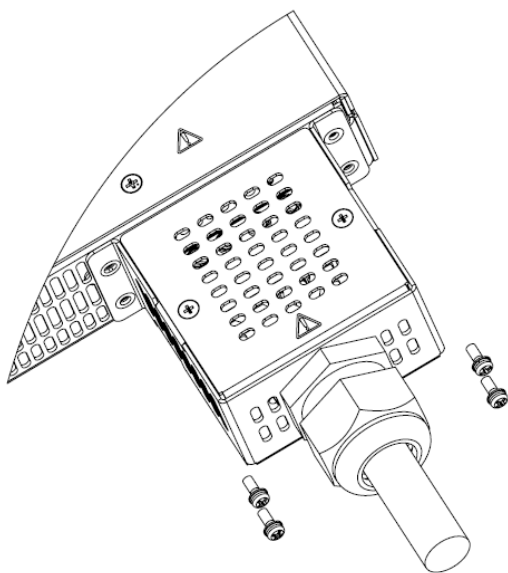

图 4-30: 应力消除装置组装到电源后面板
8. 使用配件盒中提供的两个 M3x8 Sems 螺钉固定应力消除组件，如图 4-30 所示。紧固扭矩：4.7-5.7 Lbf-inch.(0.53-0.64Nm)。请记住将交流输入连接器插入电源。